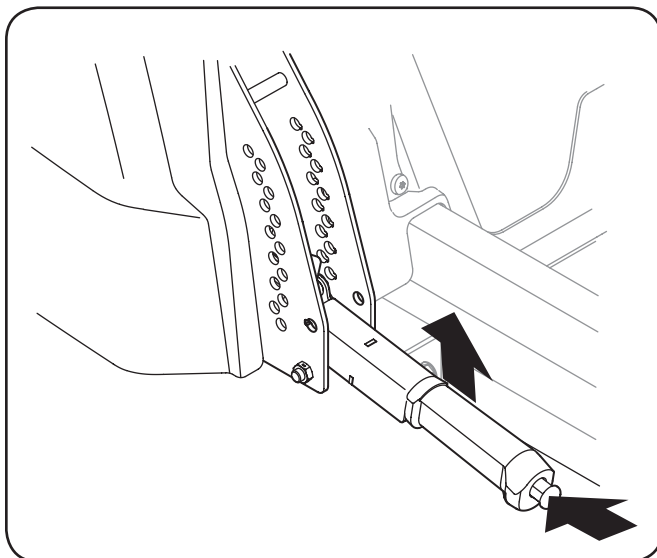

Figure 5-11
3. Déplacez le levier de relevage du plateau de coupe vers le haut pour relever le plateau de coupe à la plus haute position. Assurez-vous que le levier s'enclenche sur la goupille. Voir Figure 5-11.